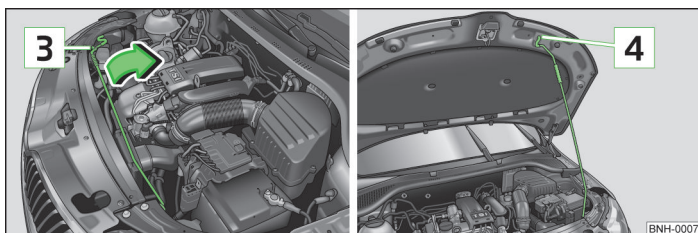

Fig. 132 Asigurarea capotei motorului
- Extrageți tija de susținere din suportul **3** » fig. 132, în sensul săgeții, și asigurați capota deschisă, prin introducerea capătului tijei de susținere în orificiul **4**.
- Ridicați puțin capota motorului pentru a desprinde tija de susținere. Introduceți tija de susținere în suportul prevăzut în acest sens **3** » fig. 132.